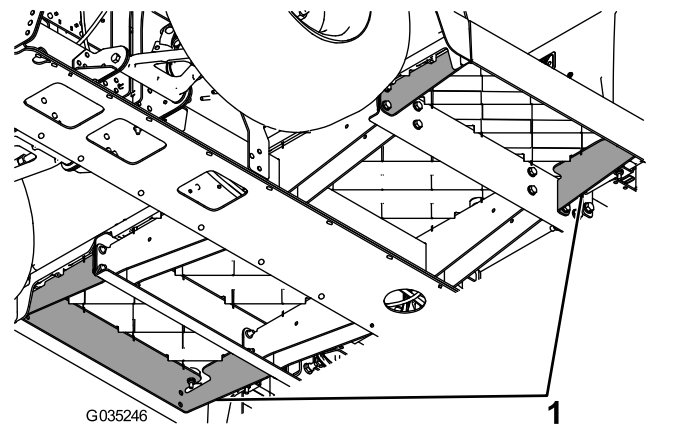

Figure 4
3. Déposez l'un des supports de plancher existants (Figure 4).
- Déposez l'autre support de plancher existant (Figure 4).